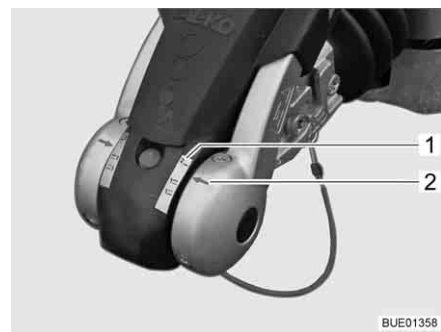

Fig. 4 Controllo "AKS chiuso"
- Eseguire un controllo a vista: La freccia (Fig. 4,2) deve essere sulla tacca "2" (Fig. 4,1).